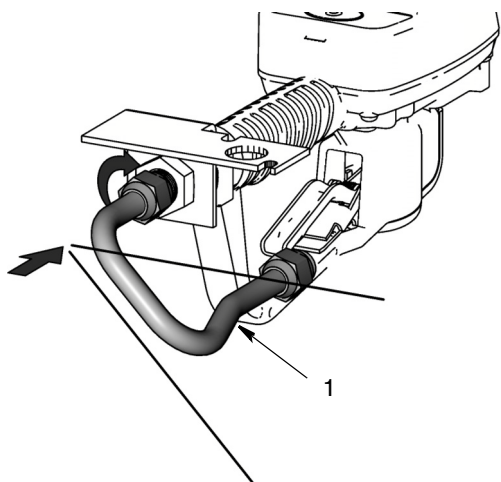

Рис. 10
- Подсоедините входной жидкостной патрубок (1) под углом 45° к расходомеру (Рис. 10).